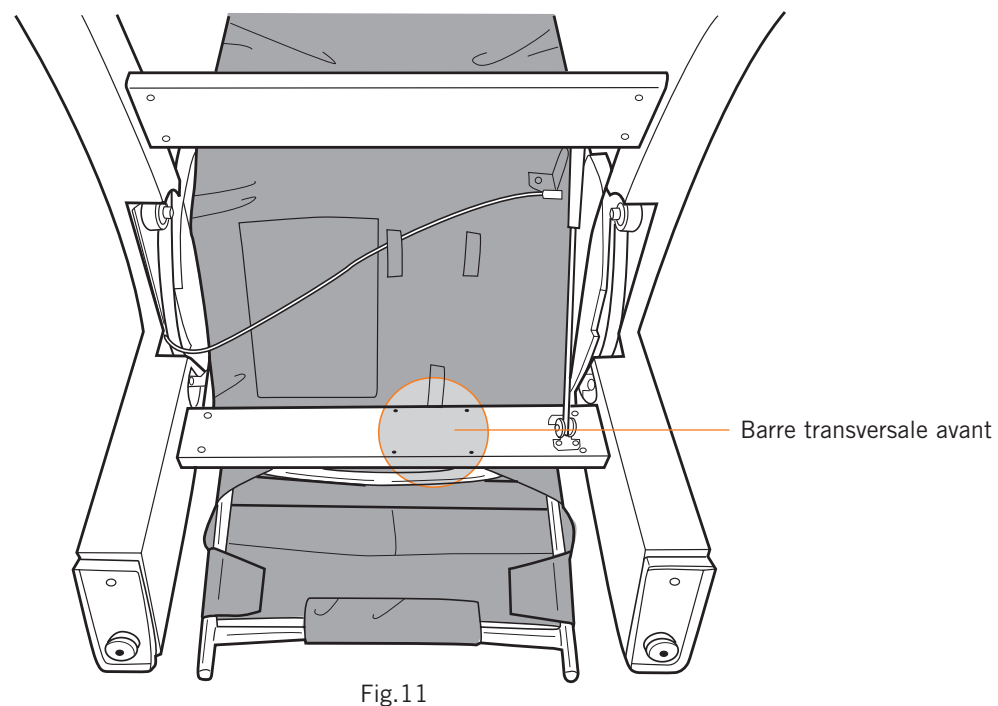

Fig.11
1. Faites basculer le fauteuil délicatement vers l'avant sur les repose-pieds (Fig. 11).